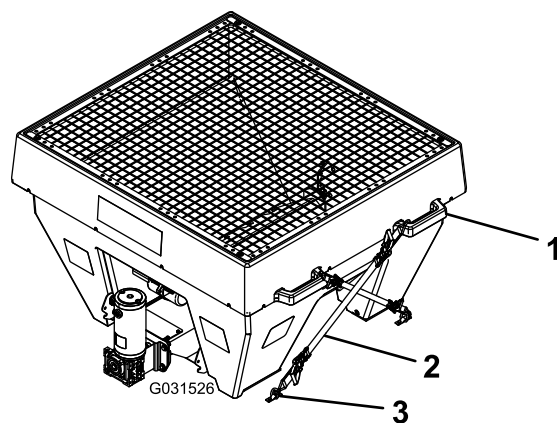

Bild 8
1. Befestigen Sie die Spanngurte um die obere Kante des Streuers an den Hebegriffen (**Bild 8**).
- Schließen Sie das freie Ende der Spanngurte an den gegenüberliegenden D-Ringen an jeder Seite des Streuers an (Bild 8).